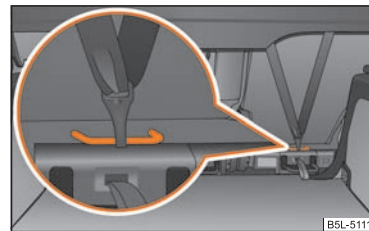

Fig. 145 Scaunul din spate: Top Tether
Scaunele laterale din spate, respectiv și scaunul din mijloc (numai în unele țări) sunt echipate în serie, pentru creșterea siguranței copiilor, cu sistemul de fixare „Top Tether”, în spatele spătarului din spate ⇒ fig. 145.
- **Fixați scaunele pentru copii cu sistem „Top Tether” numai în locurile special prevăzute ⇒ fig. 145.**